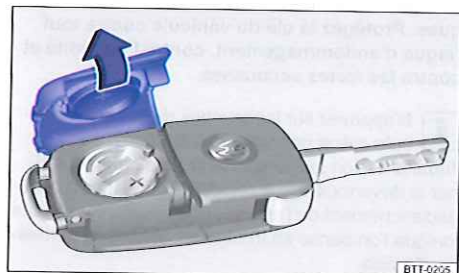

Fig. 24 Clé du véhicule : ouverture du couvercle du logement de la pile.
- Retirez le cache situé au dos de la clé du véhicule → fig. 24 en procédant dans le sens de la flèche → ①.
- Mettez en place le cache comme indiqué ⇒ fig. 24 et enfoncez-le sur le boîtier de la clé du véhicule dans le sens inverse de la flèche, jusqu'à ce qu'il s'encliquette.